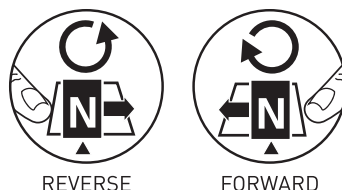

FIG.5
2. ROTATIONAL DRIVE SELECTION - FIG.5